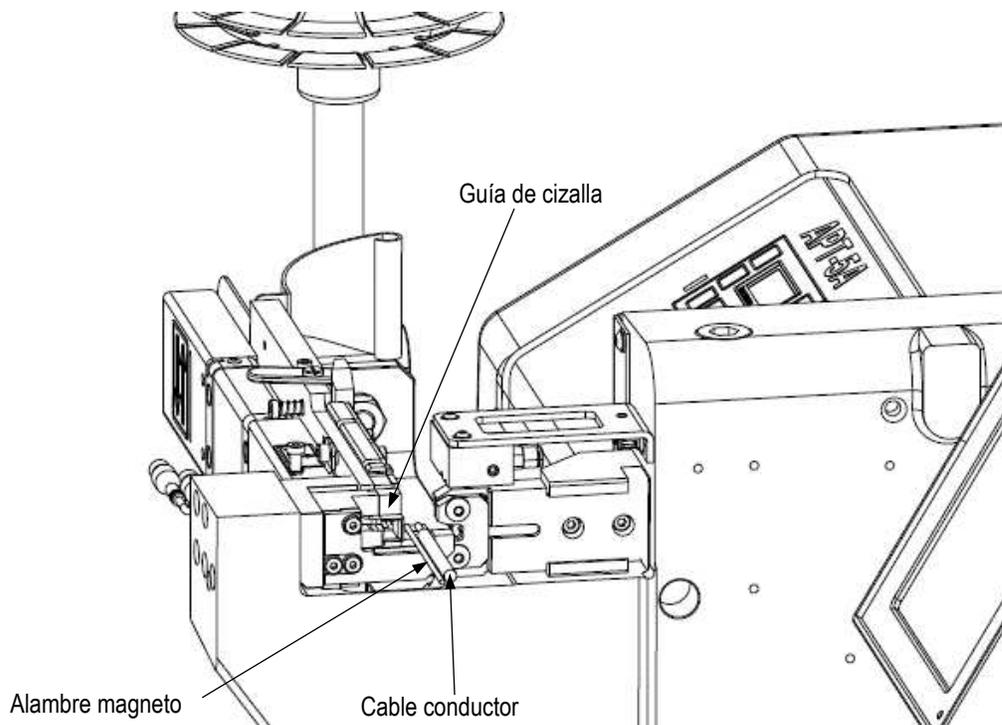
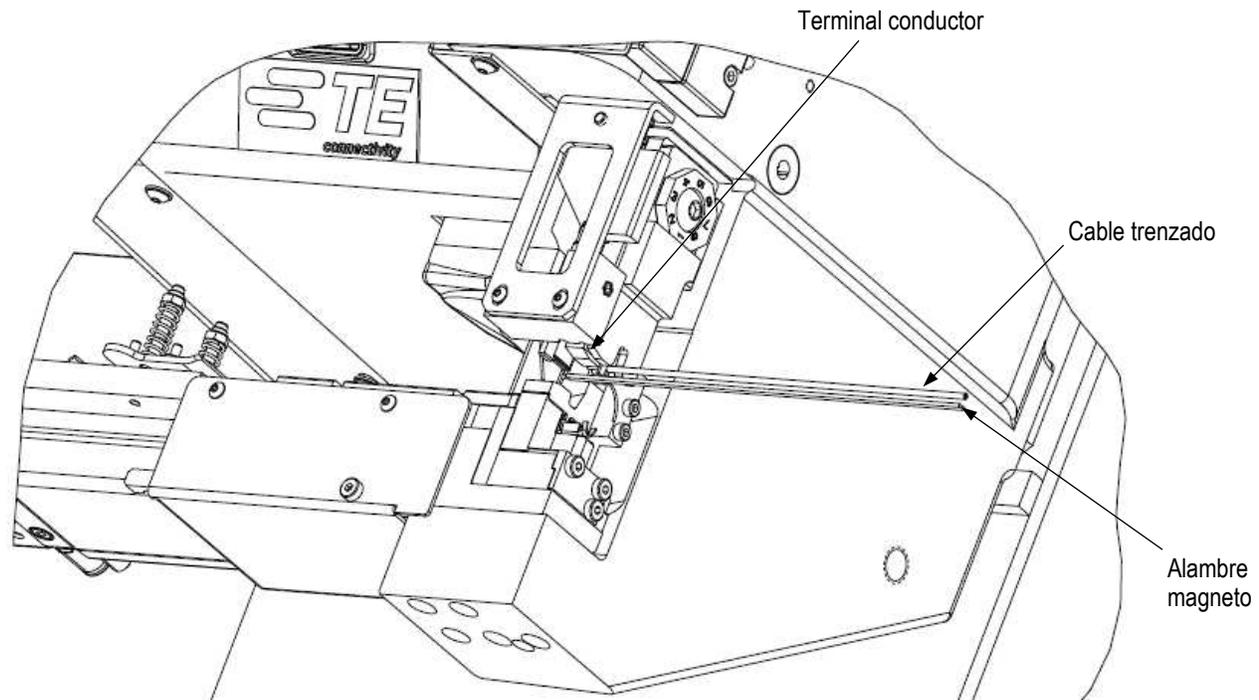

Figura 14
Figura 15
3. Mantenga presionado el botón de desbloqueo del dedo alimentador que se encuentra en la parte frontal de la placa de alimentación mientras pasa la tira de terminales hasta que el primer terminal pase la punta del dedo alimentador. A continuación, suelte el botón para enganchar el dedo alimentador. Tire ligeramente hacia atrás de la tira de terminales para asegurarse de que el dedo alimentador esté orientado al primer terminal (véase la Figura 14).
3. Pase la tira de terminales hasta que el primer terminal haya pasado la punta del dedo alimentador y se encuentre sobre la herramienta inferior (yunque). A continuación, tire ligeramente hacia atrás de la tira de terminales para asegurarse de que el dedo alimentador esté orientado hacia el primer terminal. Consulte la Figura 15.
4. Coloque los cables en el «área objetivo» alineados con el terminal. Cuando utilice cables trenzados y alambres magnetos, colóquelos como en la Figura 14 (prensa de empalme) o en la Figura 15 (prensa con conexión directa). Cuando se empalman dos o tres alambres magnetos, pueden estar en cualquier posición respecto a los demás. Las herramientas de engaste los colocan automáticamente uno al lado del otro, en la parte inferior del terminal, a medida que se produce el engaste.